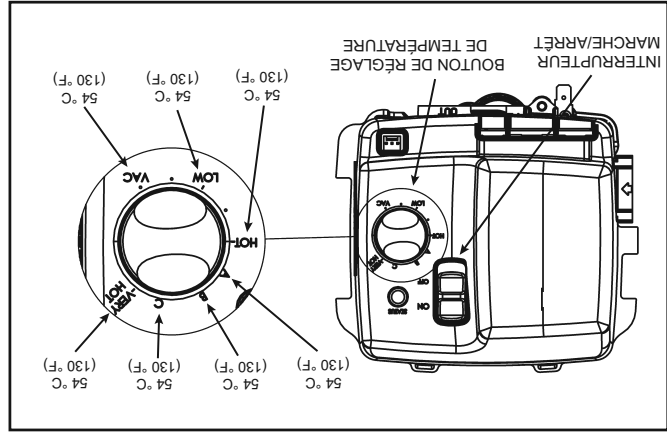

Figure 43.
1. Tourner le thermostat sur la commande de gaz jusqu'au réglage le plus bas. Si le chauffe-eau est en marche, attendre qu'il s'éteigne (voir Figure 43).